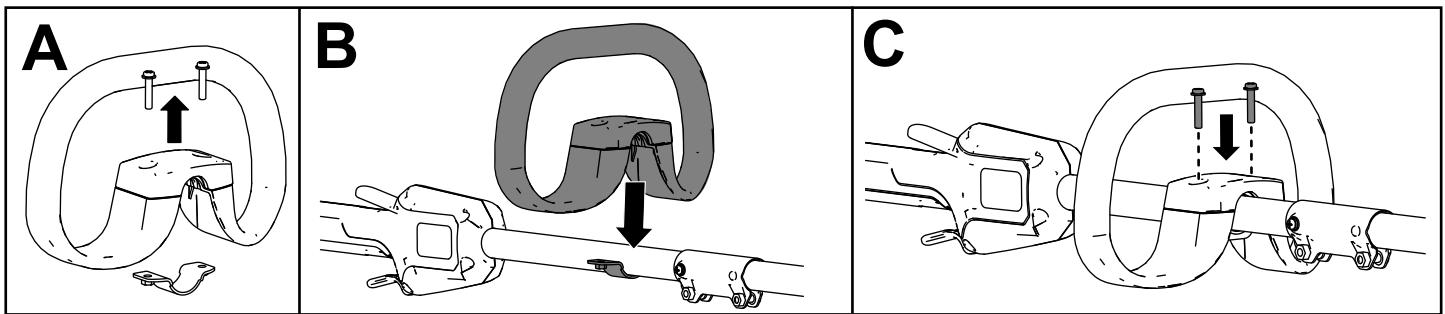

Figure 4
1. Séparez la poignée auxiliaire du support en retirant les 2 vis (A de la Figure 4).
2. Placez la poignée auxiliaire au-dessus de son support sur le manche de la débroussailleuse (B de la Figure 4).
3. Fixez la poignée auxiliaire à son support à l'aide des 2 vis retirées précédemment (D de la Figure 4).